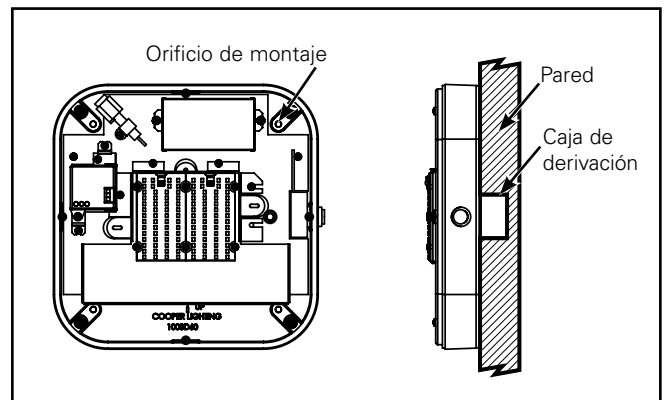

Figura 6. Instalación de la unidad de empotramiento en superficie
4. Centre el alojamiento de empotramiento en un techo o pared planos por encima de la caja de derivación. Utilice dicho alojamiento como una plantilla para presentar las ubicaciones de los tornillos. (Figura 6.)